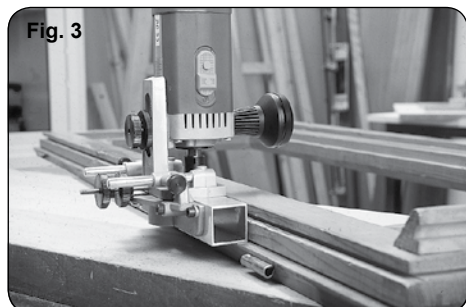

Fig. 3
2. Ranurado en ventana y puerta por lado pernios (Fig. 3).